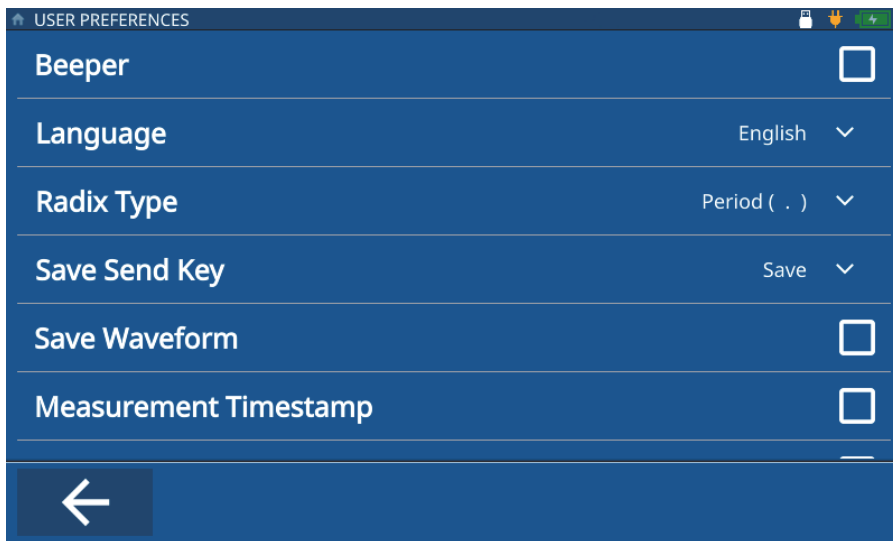

图 1-3 用户偏好屏幕
5. 点击**Language**（语言），并从下拉列表中选择所需的语言（参见第14页的图 1-3）。